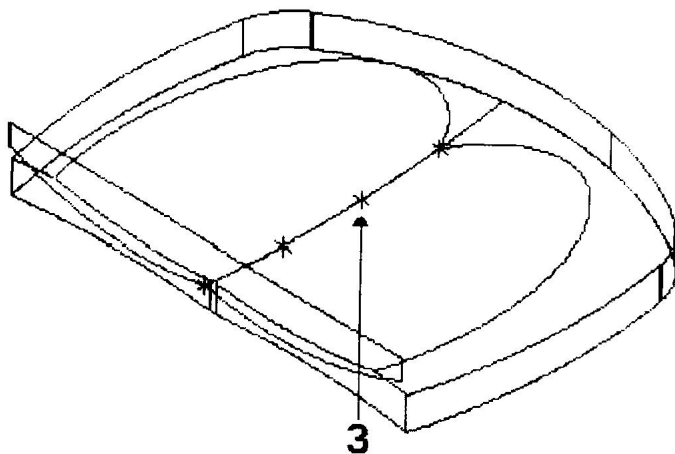

图 2.11 变半径插入点选择图
(18) 然后按 Enter 键。
(19) 选择 Insert dyn 按钮。
- (20) 在中心线第三点附近选定几何图形。此时，鼠标指针变成动态箭头。
- (21) 按 S 键，打开捕捉模式。
- (22) 当鼠标指针移到图 2.11 所示“3”附近时，单击鼠标。